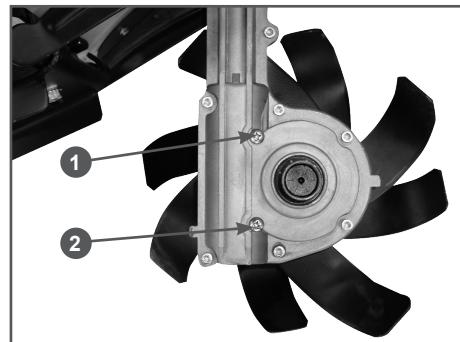

Рис. 22 Замена масла в корпусе редуктора
4. Очистите корпус редуктора вокруг пробок контрольного 1 и сливного 2 отверстий (Рис. 22).
5. Открутите пробки контрольного 1 и сливного 2 отверстий и слейте масло из корпуса редуктора в специально подготовленную для этого емкость (Рис. 22).
6. Закрутите пробку 2 сливного отверстия (Рис. 22).
8. С помощью специального шприца или масленки через контрольное отверстие 1 заливайте в корпус редуктора масло до тех пор, пока оно не начнет вытекать из контрольного отверстия 1 (Рис. 22).
9. Закрутите на место пробку 1 контрольного отверстия (Рис. 22).